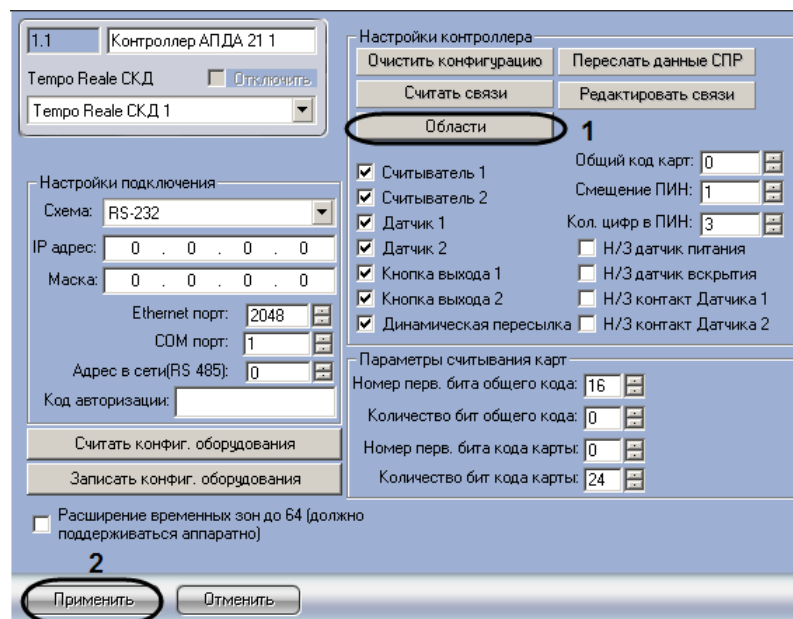

Рис. 3.3—10 Настройка соответствия зон контроллера АПДА.21 и разделов ПК ACFA Intellect
1. Перейти на панель настройки объекта **Контроллер АПДА 21** или **Контроллер АПДА 41** (Рис. 3.3—10).
2. Для настройки соответствия зон контроллера АПДА.21 (или АПДА.41) и разделов ПК ACFA Intellect нажать кнопку **Области** (см. Рис. 3.3—10, 1).